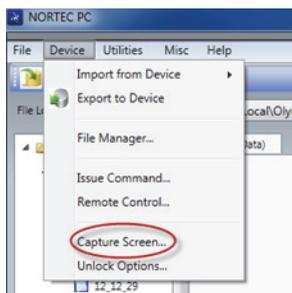

Рис. 6-6 NORTEC PC – Меню Device (Устройство)
- В меню **Device** (Устройство) выберите **Capture Screen** [Экранный снимок] (см. Рис. 6-6 на стр. 321).